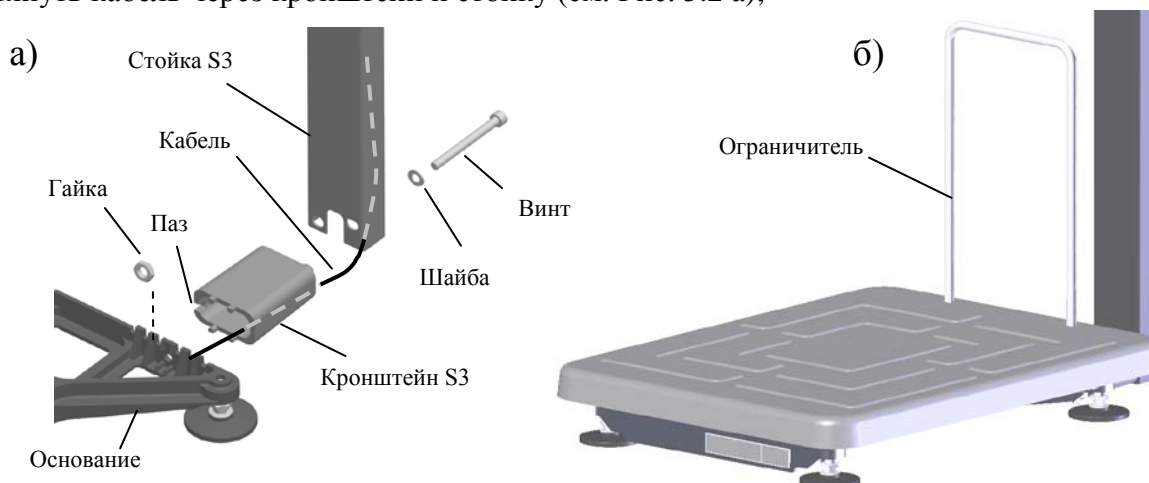

Рис. 5.2 – Крепление прямоугольной стойки к модулю ТВ-S_
- Протянуть кабель через кронштейн и стойку (см. Рис. 5.2 а);
Вложить в винт М8×130 шайбу 8. Вставить винт в отверстие стойки и пропустить его сквозь стойку, кронштейн (положение паза кронштейна см. на Рис. 5.2а) и основание модуля. Стянуть винт гайкой М8.
- Плотнo вставить в отверстия платформы ограничитель (Рис. 5.2 б).